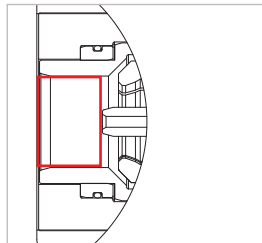

Figure 20
- ▶ Avant de mesurer le taux de fuite, il est impératif de rincer les parties suivantes du produit WEH® à l'air comprimé ou à l'azote (Figure 20) :
- l'intérieur de la douille de guidage (pos. 1)